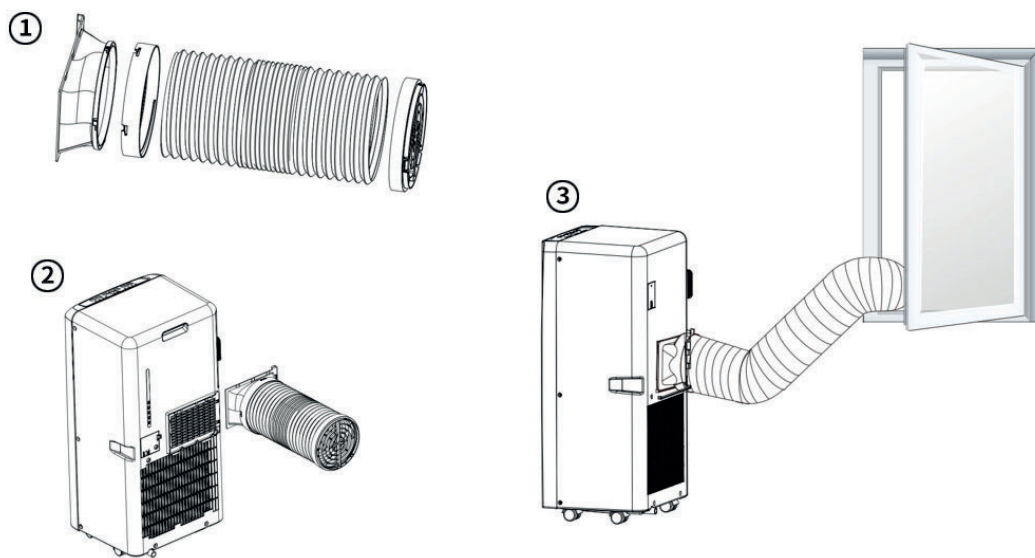

Fig. 4
3. Coloque el otro extremo de la manguera de escape cerca del alféizar de la ventana. (véase la Fig. 4.)